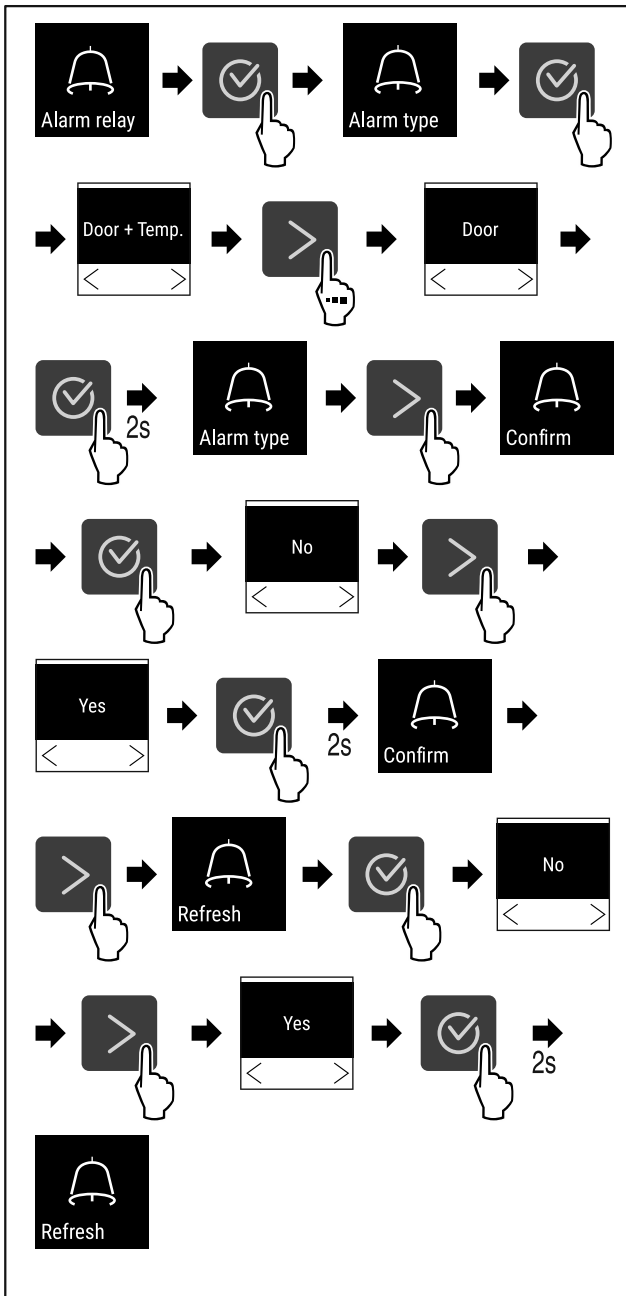

Fig. 109
- ▶ Handlungsschritte (siehe Fig. 109) durchführen.